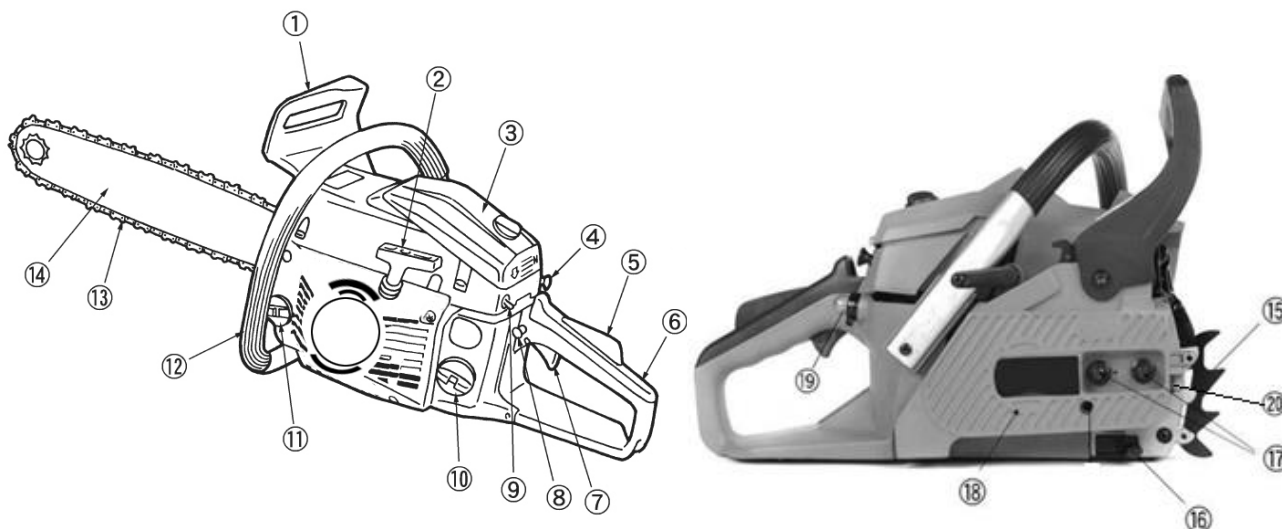

Рис. 1.
#### Ручка тормоза цепи (1) (См. Рис.1)
Для безопасности, цепная пила оснащена тормозом цепи (1) (См. Рис.1). Тормоз цепи включается автоматически в случае резкого, сильного отскока, который вызывается прикосновением конца направляющей шины к древесине (или другому твёрдому предмету) во время работы. Тормоз цепи служит для блокировки пильной цепи перед стартом, и для ее моментальной остановки в экстренных случаях.
#### **Выключатель зажигания двигателя (9) (См. Рис.1)**
#### **Рычаг блокировки газа (5) (См. Рис.1)**
Предотвращает случайное включение двигателя (приведение пильной цепи в движение). Рычаг газа (7) не может быть нажат, если не нажат рычаг блокировки газа (5) (См. Рис.1).
#### **Задняя ручка (6) (См. Рис.1)**
#### **Пильная цепь, снижающая риск отскока (13) (См. Рис.1)**
#### **Зубчатый упор (15) (См. Рис.1)**
#### **Цепеуловитель (16) (См. Рис.1)**
#### **Праймер подкачки топлива (19) (См. Рис.1)**